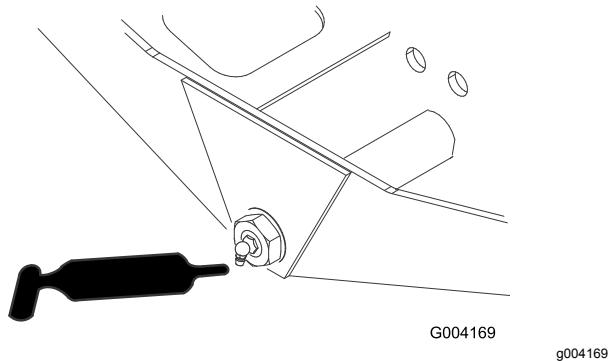

**Figura 80**
- Barra de ligação do eixo traseiro (2) (Figura 80)